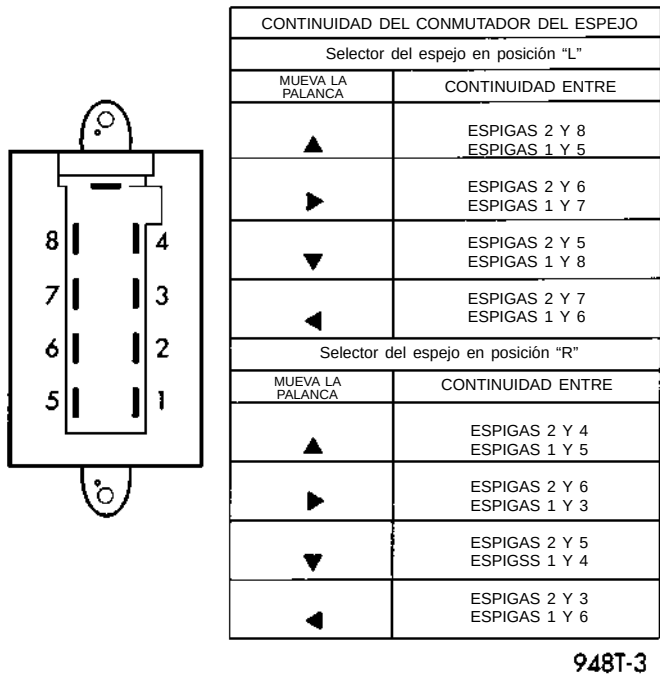
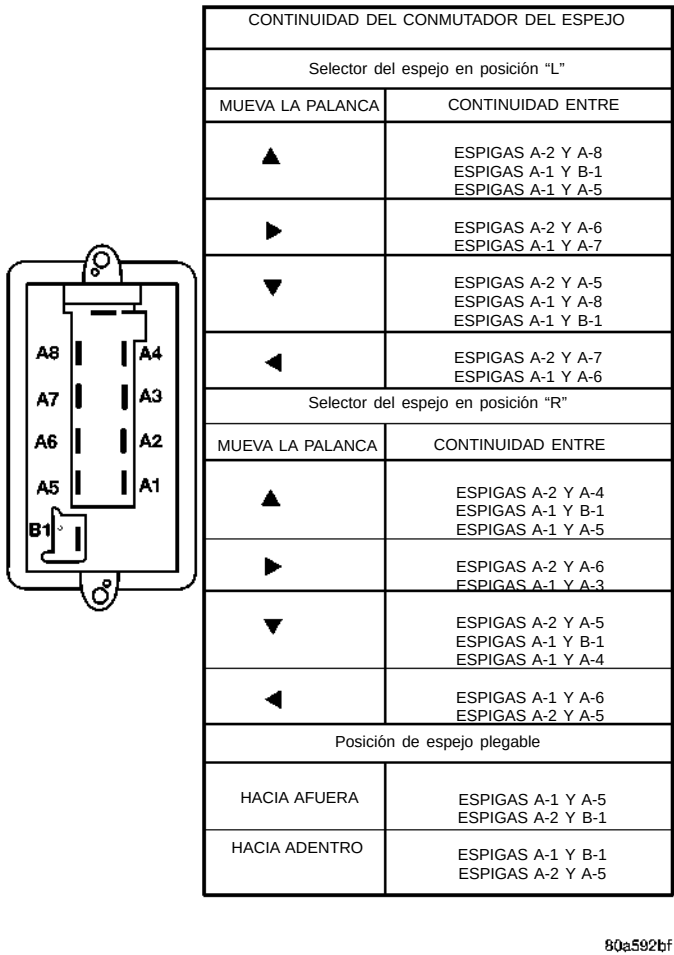

Fig. 3 Prueba del conmutador del espejo
Fig. 4 Prueba del conmutador del espejo automático plegable
- (1) Retire el conmutador del espejo automático de su emplazamiento de instalación.
- (2) Desconecte el conector del mazo de conductores.
- (3) Utilice un ohmiómetro para probar la continuidad entre los terminales del conmutador, según se muestra en el cuadro de Prueba del conmutador del espejo (Fig. 3) y de Prueba del conmutador del espejo automático plegable RHD (Fig. 4)
- (4) Si los resultados de la prueba no coinciden con los de la (Fig. 3) o la (Fig. 4), reemplace el conmutador.